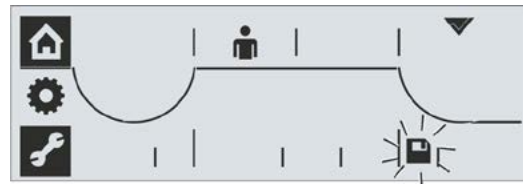

Abb. 9: Speichern der Endlage ist aktiv
11. Speichern anwählen: Drive Controller drehen, bis das Speichern-Symbol blinkt, siehe Abb. 9.